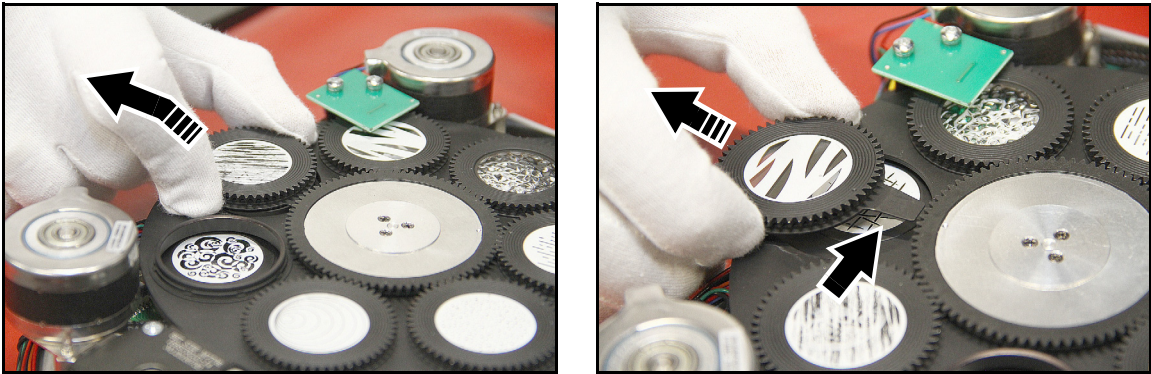

Bild 16: Entfernen eines drehbaren Gobos
10. Siehe Bild 16. Wenn die Referenzmarkierungen ausgerichtet sind, heben Sie die Außenkante des Gobohalters leicht an und ziehen Sie den Gobohalter aus dem Goborad heraus. Beachten Sie, wie die Gobohalterzunge (Pfeil) in einer Aussparung im Gobo-Antriebsrad eingreift. Sie müssen den Gobohalter mit der Zunge in der gleichen Position im Antriebsrad neu installieren.